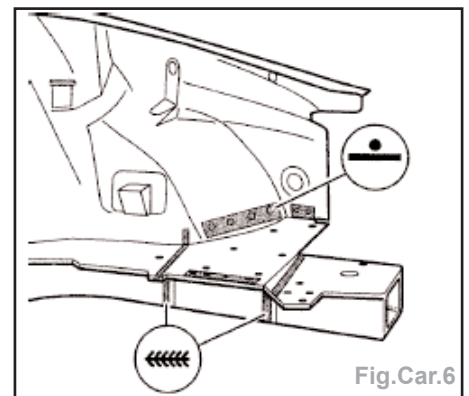

Fig.Car.6
- en fonction de l'étendue du dommage, effectuer la soudure en bord à bord de la zone d'accostage en cordon continu sous gaz de protection (Fig.Car.6),